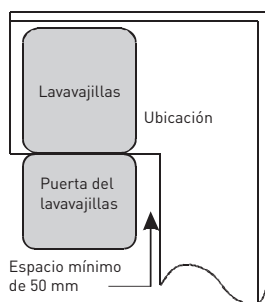

Figura 2: Espacio mínimo cuando la puerta está abierta.
2. Si el lavavajillas está instalado en una esquina del mueble, es indispensable conservar un espacio (ilustrado en la figura 2) cuando la puerta esté abierta.
2. Ajuste la tensión del resorte de la puerta girándolo en el sentido contrario de las agujas del reloj con una llave Allen, para apretar los resortes a la izquierda y a la derecha de la puerta. Si no, podría dañar el lavavajillas. (Figura 2)